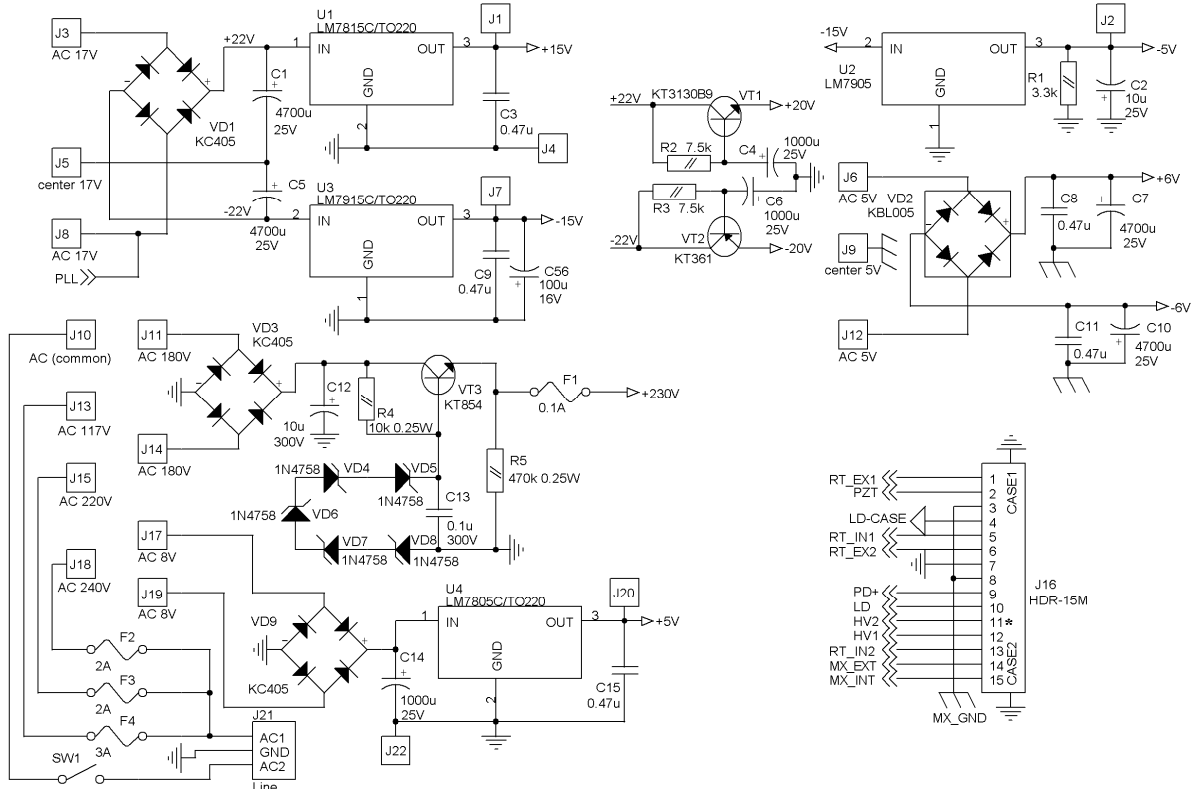

Рис.6. Схема блока питания.
**Рис. 6.** Мощность ECDL-6720R при сканировании только пьезоэлементов (красные кривые) и пьезоэлементов совместно с током накачки (черные кривые). Внизу приведены спектры пропускания интерферометра. Немонотонные флуктуации амплитуды резонансов связаны с оцифровкой сигнала.